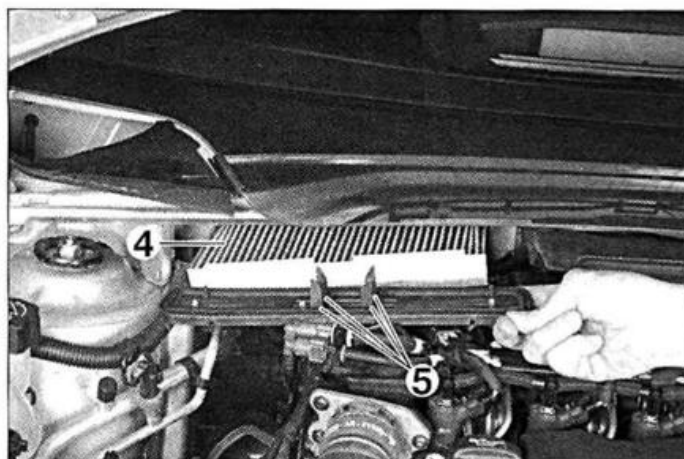

FIG. 3
- Desmontar el filtro de habitáculo (4) separándolo de las pestañas (5) (fig. 3).